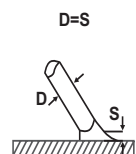
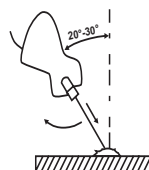

рис. 2
рис. 3
7.6 Как только произойдет зажигание дуги, электрод нужно держать на таком расстоянии  $S$  (см. рис. 2) от обрабатываемого материала, которое соответствует диаметру электрода  $D$  (см. рис. 2). Для получения равномерного шва далее необходимо соблюдать эту дистанцию по возможности постоянной. Также необходимо помнить, что наклон оси электрода должен быть примерно 20-30 градусов (см. рис. 3), для лучшего визуального контроля ведения сварочного шва.